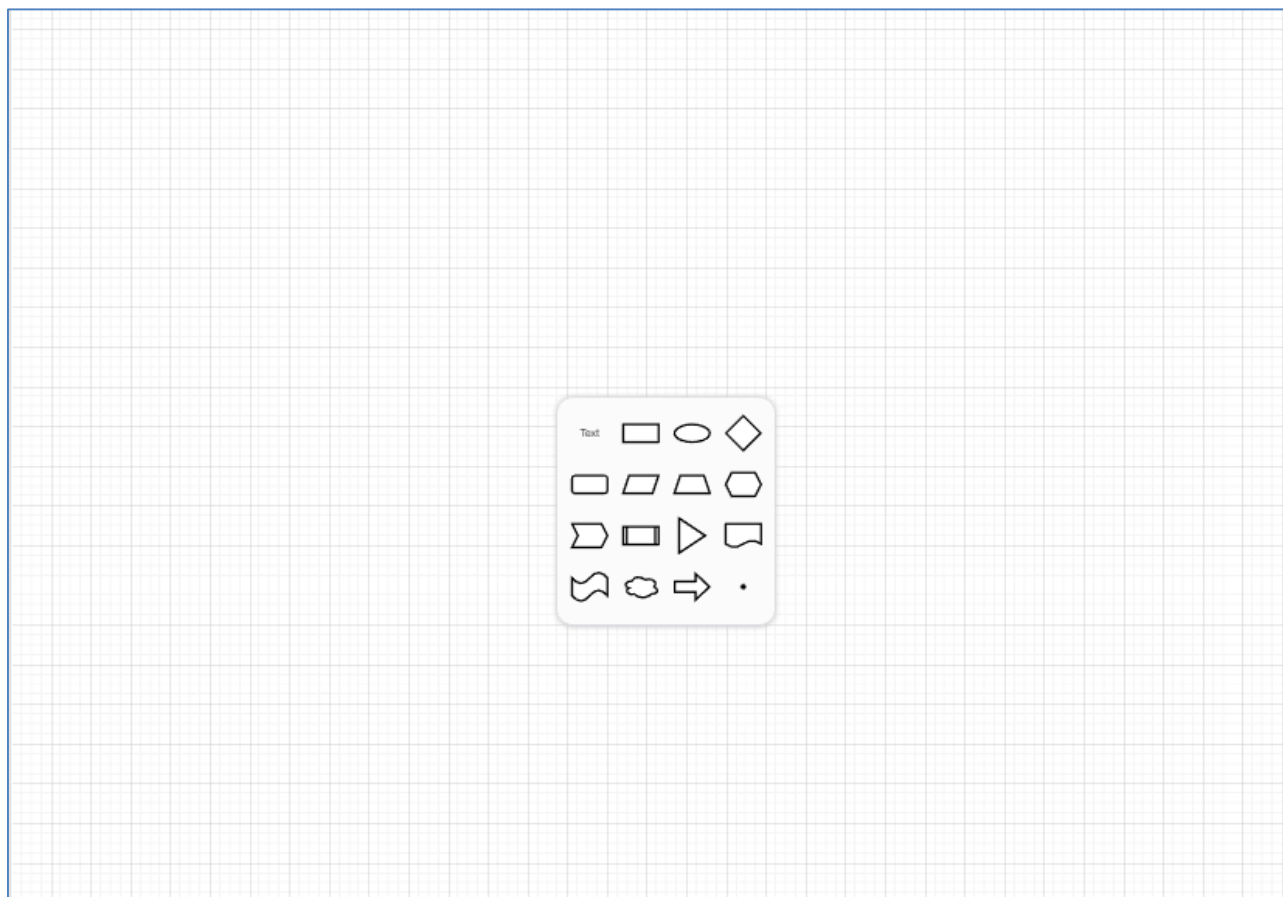

Рисунок 54. Быстрый вызов окна с заготовленными фигурами
3. Двойным щелчком мыши в рабочей области вызвать окно с заготовленными фигурами (Рисунок 54).